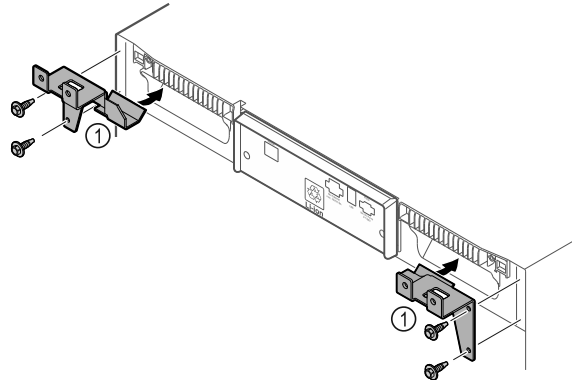

Fig. 10
- ▶ Přídržné díly Fig. 10 (1) namontujte na spotřebič pomocí samořezných šroubů.